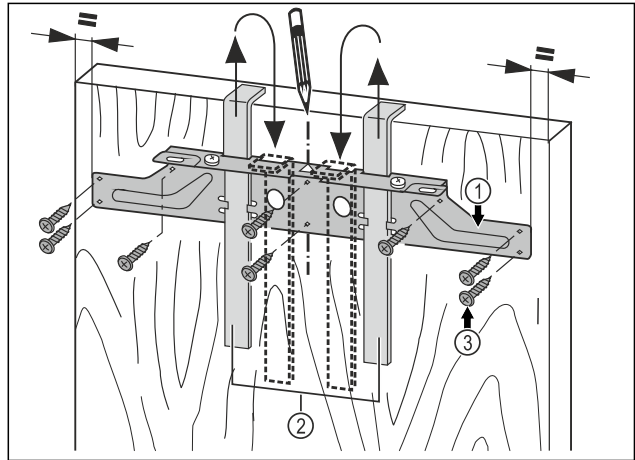

Fig. 44
- ▶ Befestigungstraverse Fig. 44 (1) mit den Montagehilfen Fig. 44 (2) auf die Innenseite der Möbeltür hängen.
- ▶ Befestigungstraverse Fig. 44 (1) mittig auf der Tür ausrichten.
- ▶ Die Befestigungstraverse Fig. 44 (1) mit mindestens 6 Schrauben Fig. 44 (3) festschrauben.
- ▶ Befestigungstraverse Fig. 44 (1) mit 4 Schrauben Fig. 44 (3) am Rand festschrauben.
- ▶ Montagehilfen Fig. 44 (2) nach oben herausziehen und in die danebenliegenden Aufnahmeöffnungen gedreht einschieben.